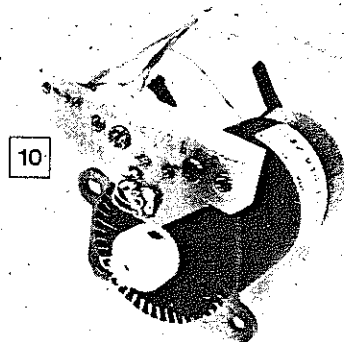

Fig. 3
- 10 Gruppo fotosensore di strobe matrice-colonna (fig. 3)